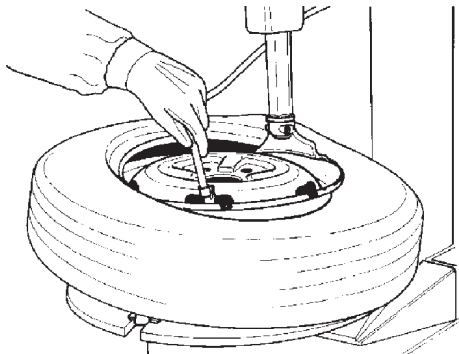

Fig.5.1-3
D. Monter le premier talon comme décrit au chapitre 4.2.B. Mettre la chambre à air dans le pneu et accrocher la vanne avec la pince du tuyau de gonflage. (Fig. 5.1-3). Monter le deuxième talon comme le premier.